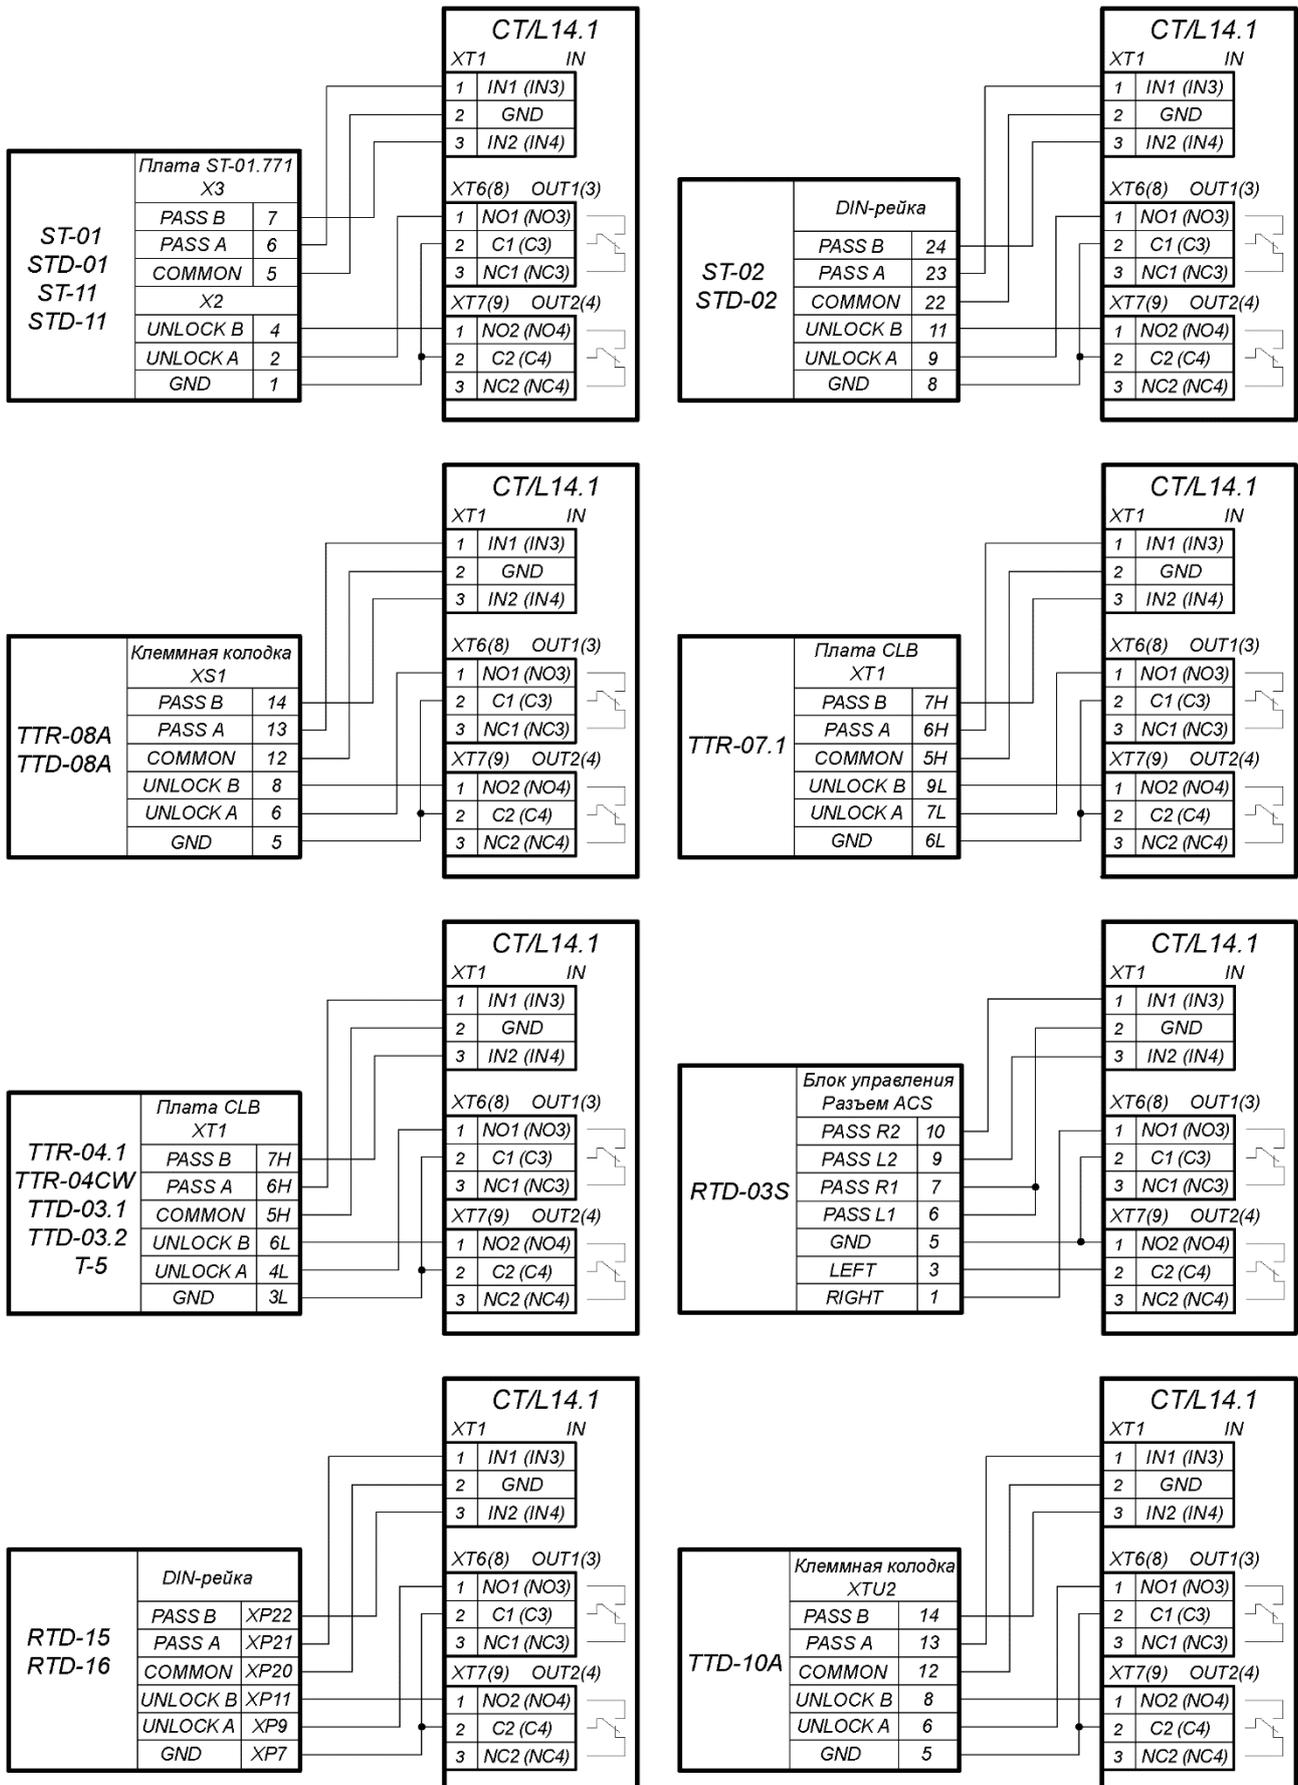

Рисунок 7. Схемы подключений турникетов в варианте конфигурации «Управление турникетом»
2. Турникет (блок управления турникетом) №1 подключается к клеммным колодкам **XT1**, **XT6**, **XT7** нижней платы контроллера в соответствии со схемой для данного типа турникета (см. рис. 7).
3. Турникет (блок управления турникетом) №2 подключается к клеммным колодкам **XT1**, **XT8**, **XT9** нижней платы контроллера в соответствии со схемой для данного типа турникета (см. рис. 7).